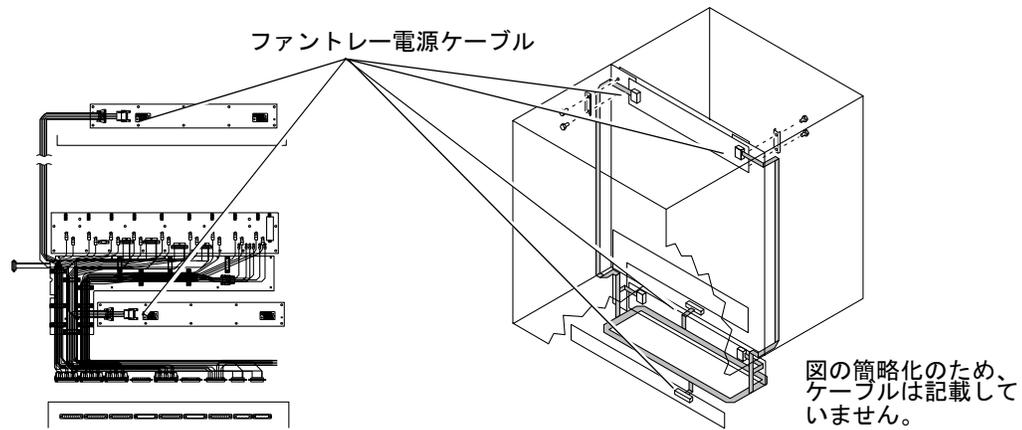

図 2-35 ファントレイ電源ケーブル
4. ファントレーの下からシステム内部に手を入れ、48 VDC 電源ケーブル部品を、コネクタ留め具に装着された 2 つのファントレー電源ケーブルコネクタに固定している、4 本 (各コネクタに 2 本) のオスのジャックねじを緩めます (図 2-35)。